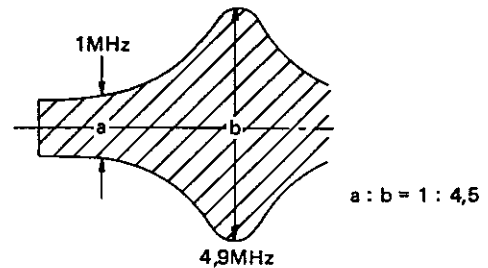

Abb. 3-8 Kopfresonanz und Kopf-Q-Wellenform
6. VR206 und VR207 so abgleichen wie in Abb. 3-8 $a : b = 1 : 4,5$.